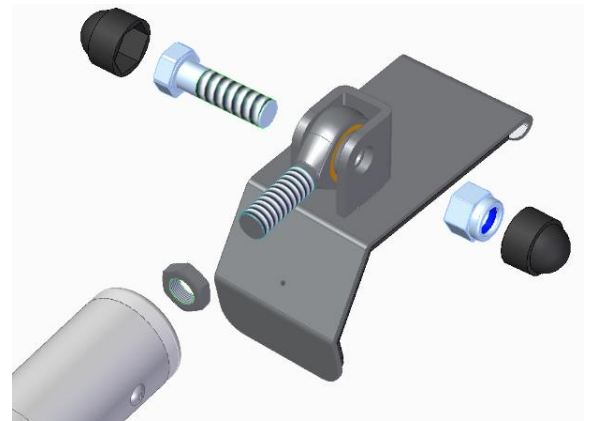

Abbildung 4
Nun können die Augenschrauben mit Gelenkkopf (11) und mit flachen Sechskantmuttern M12 (18) in das Gewinde der oberen Rohr-Enden der Seitenrohre (1) gedreht werden (Abb. 4). Diese Muttern werden später zum Kontern und Sichern der Augenschrauben benötigt (Mindest-Einschraubtiefe der Augenschrauben in die Seitenrohre = 20mm).